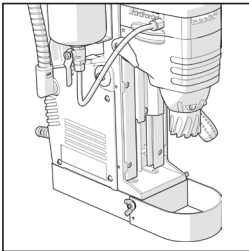

Abb. 2
- Befestigen Sie den Sicherheitsschutz mit den mitgelieferten Befestigungsschrauben. (**Abb. 2**)